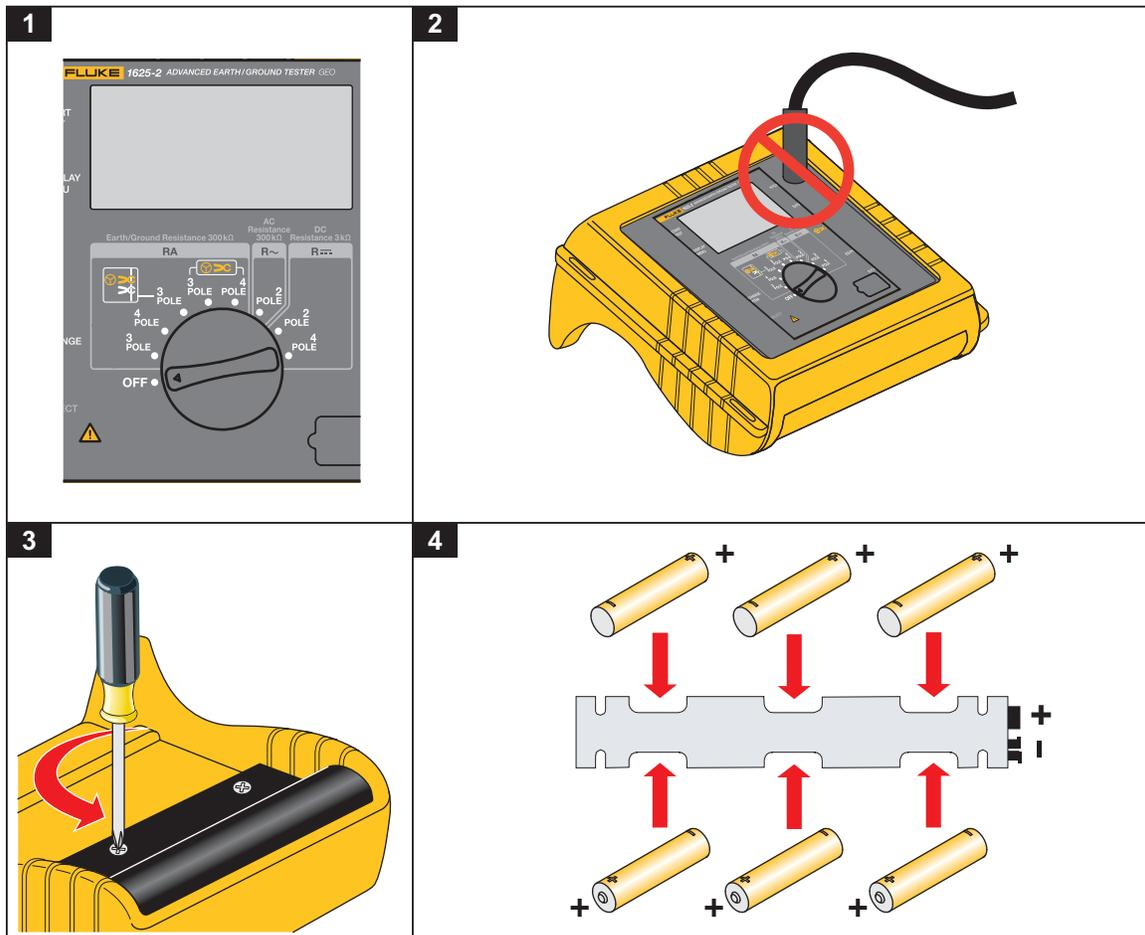

Figura 2. Inserción de la batería
1. Apague el instrumento, consulte la Figura 2.